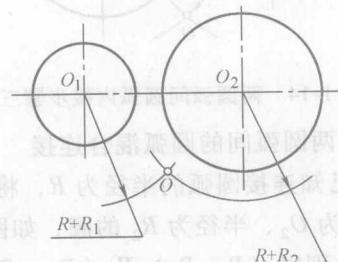

图 1-9 两圆弧间的圆弧外接步骤二
- 2) 分别以  $(R + R_1)$  及  $(R + R_2)$  为半径, 以  $O_1$ 、 $O_2$  为圆心, 画圆弧相交于  $O$  点, 如图 1-9 所示。